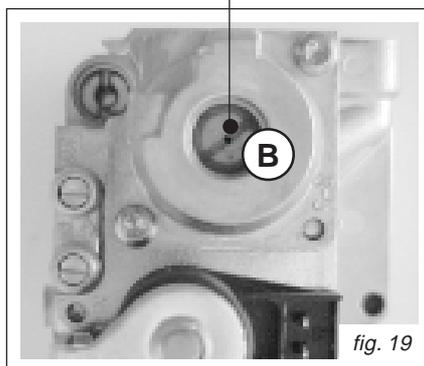
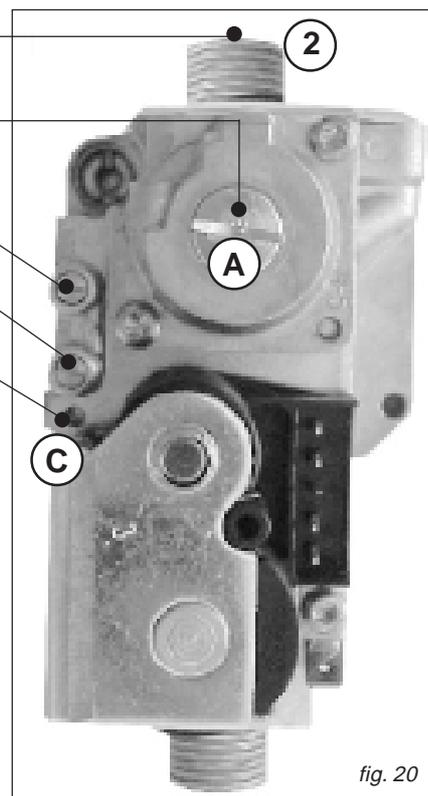
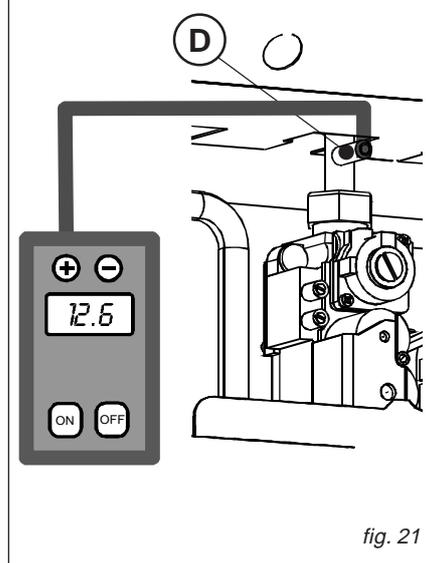
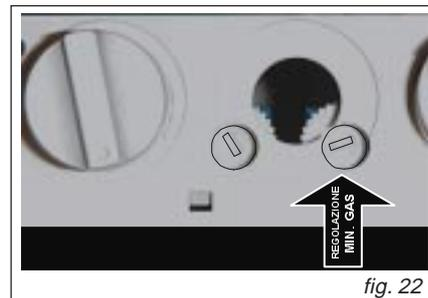

fig. 19
fig. 20
fig. 21
fig. 22
- una volta che il bruciatore è acceso verificare che il valore di pressione "MASSIMA" corrisponda a quello indicato nella tabella "UGELLI - PRESSIONI": qualora non corrispondesse correggerlo togliendo il tappo a vite "A" (fig. 20) e ruotando la vite "B" (fig. 19) in senso ORARIO per aumentare, in senso ANTIORARIO per diminuire.
- correggere eventualmente il valore ruotando la vite "C" (fig. 20) in senso ANTIORARIO per aumentare, in senso ORARIO per diminuire; se tale operazione non fosse sufficiente agire con un cacciavite sul potenziometro MIN GAS (fig. 22) per eseguire questa operazione è necessario rimuovere il frontalino.
- smontare il tubo di raccordo tra valvola gas e collettore del bruciatore ed inserire il diaframma " 2 " (fig. 20) all'uscita della valvola gas;
- togliere il tappo "A" (fig. 20) sulla valvola gas ed avvitare a fondo la vite "B" di regolazione pressione max (fig. 19);
- risigillare la vite "A" del coperchio del regolatore (fig. 20);
- smontare il tubetto di raccordo tra valvola gas e collettore del bruciatore e togliere il diaframma " 2 " (fig. 20) posto all'uscita della valvola gas;
- togliere il tappo "A" (fig. 21) sulla valvola gas e sbloccare la vite "B" di regolazione pressione max (fig. 19);